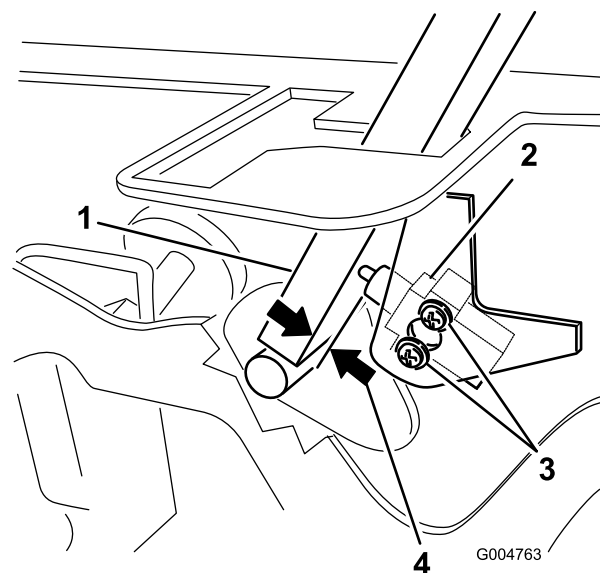

Figure 54
3. Desserrez les 2 vis de fixation du contacteur de sécurité (Figure 54).
4. Maintenez le levier de commande contre le cadre et rapprochez le contacteur du levier jusqu'à ce qu'ils soient espacés de 0,4 à 1 mm (0,015 à 0,045 po), comme montré à la Figure 54.